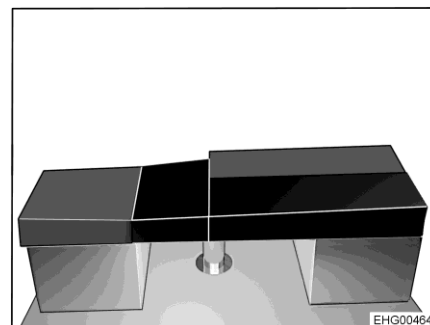

Bild 167 Efter ombyggnaden
- Placera den fyrkantiga extra dynan på bordet (se Bild 167).
- Placera den sneddade extra dynan på den L-formade sängbreddningen (se Bild 167).